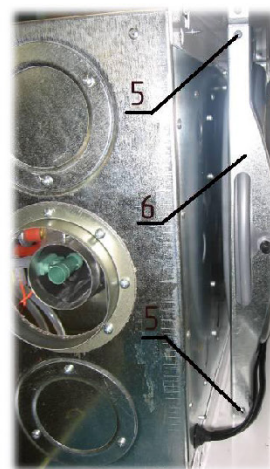

Рис. 24. Демонтаж расширительного бака
- 5) отвернуть два винта крепления 5 (см.Рис. 24) верхнего кронштейна 6 к швеллерам котла;